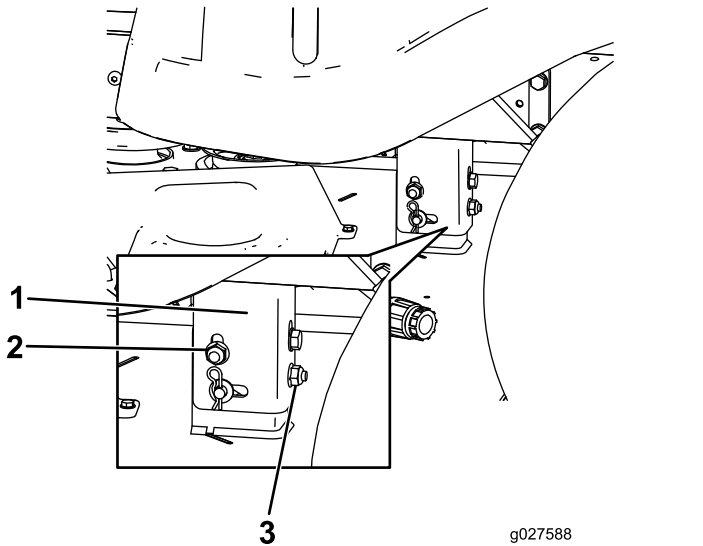

Figure 54
8. Élevez ou abaissez le côté gauche du tablier de coupe en tournant l'écrou de blocage arrière. (Figure 54).